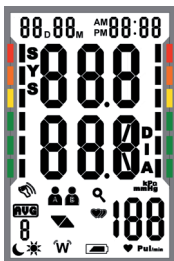

Abb. 7
- Nachdem Sie die Manschette angebracht haben und Sie sich in einer bequemen Sitzposition befinden, drücken Sie den "On/Off START" Knopf. Ein Signalton erscheint und alle Display-Symbole werden zum Selbsttest angezeigt. (s. Abb. 7)